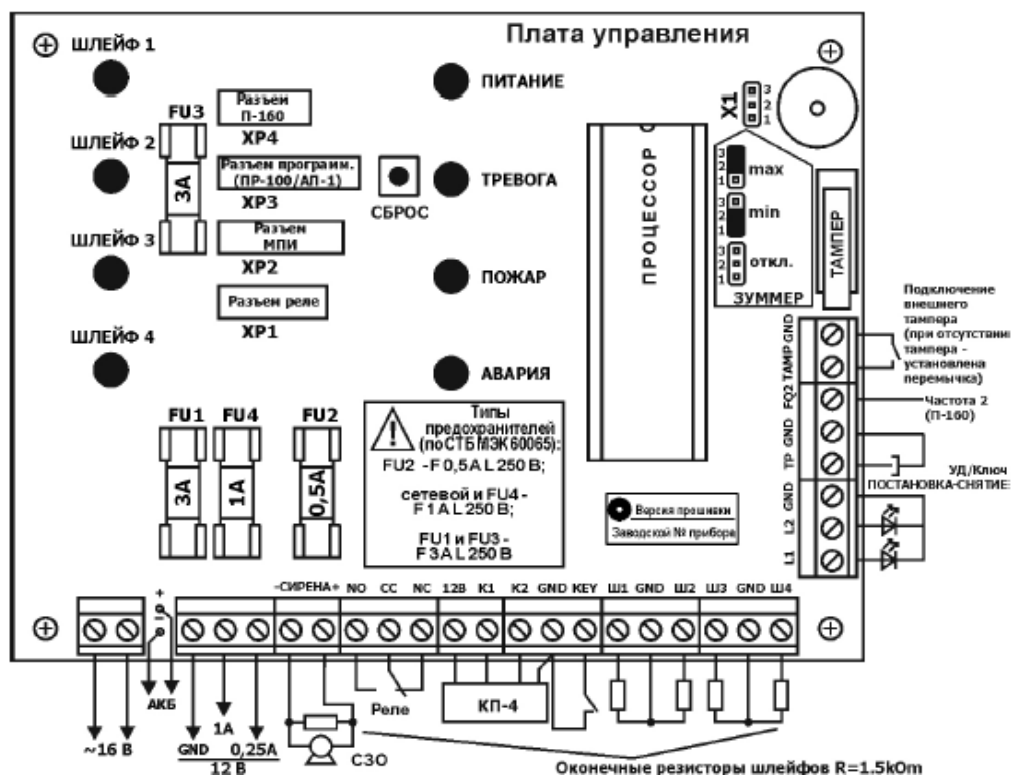

Рисунок 8. Плата управления ПКП-4РДО
3. Плата управления ПКП-4РДО (Рис. 8) установлена внутри корпуса прибора. Плата реализует функциональные возможности прибора. Она имеет клеммы для подключения шлейфов сигнализации, СЗО, АКБ, питания платы, УД, кнопки подтверждения снятия. На плате управления установлен процессор, кнопка «СБРОС», предназначенная для перезапуска прибора, индикаторные светодиоды, предохранители, переключатель управления зуммером Х1. Разъем ХР1 предназначен для подключения релейного модуля РМ-164Н. Разъем ХР2 предназначен для подключения модулей МПИ-GSM2 или МПИ-Ethernet. Разъем ХР3 предназначен для подключения пульта программирования ПР-100 или адаптера программирования АП-1. Разъем ХР4 предназначен для подключения прибора П-160. На плате управления установлен процессор, версия программы которого указана на этикетке. Тампер предназначен для контроля вскрытия корпуса прибора. На плате также установлены восемь светодиодов для световой индикации состояния прибора и зуммер для звуковой сигнализации.